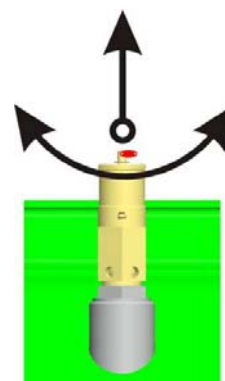

Рис. 4
7.3. Контроль предохранительного клапана (Рис. 4)